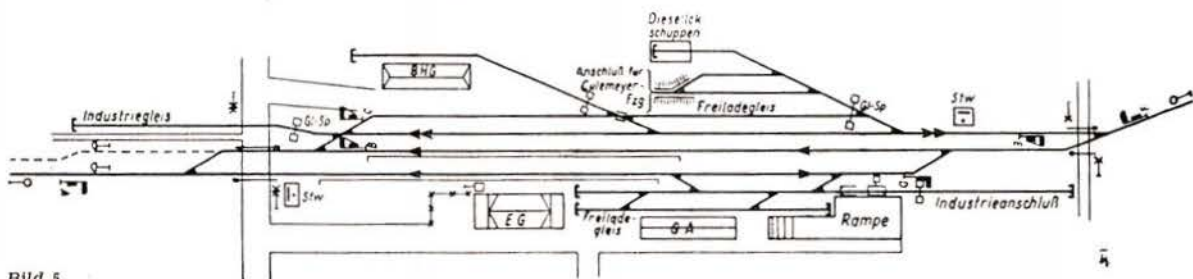

Bild 5
5. Bahnhof mit starkem Güterverkehr an einer Nebenstrecke (Bild 5)
Für größere Modellbahnanlagen gedacht ist der Gleisplan nach Bild 5,